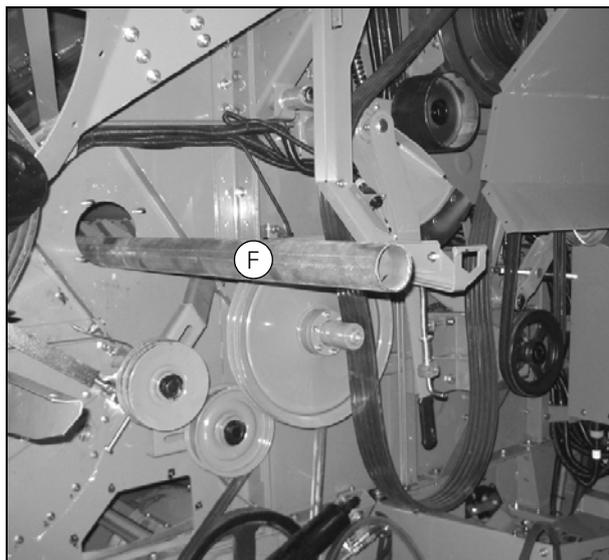

Рисунок 55
7. Вытащите задний битер через правую сторону. Удерживайте вал на весу с правой стороны при помощи вильчатого погрузчика или крана. Установите трубку (F) (Рис. 55) на вал с левой стороны. (диаметр трубки должен быть достаточно большим для установки на вал. Трубка предназначена для защиты резьбы от повреждений. Зафиксируйте трубу при помощи остроконечного винта). Поднимите вал с левой стороны и снимите задний битер с машины.